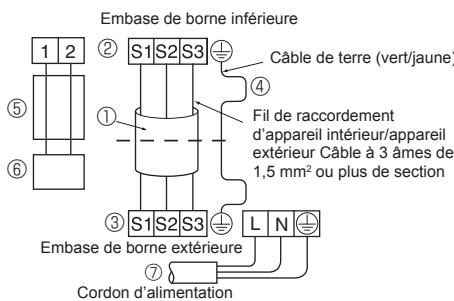

Fig. 7-4
- Effectuez le câblage selon le diagramme en bas et à gauche. (Veuillez vous procurer le câble localement). (Fig. 7-4)
- ① Câble de connexion